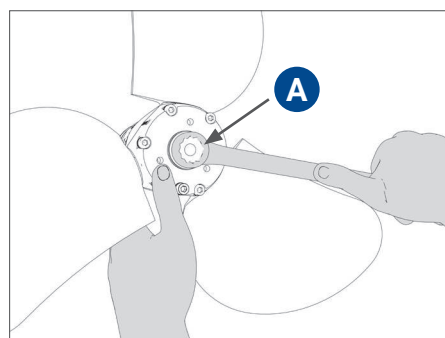

FIG. 4 | Vissage de l'écrou de serrage
- Visser l'écrou de serrage **A** (**Fig. 4**) en appliquant un couple de serrage approprié (selon le type d'écrou, comme conseillé dans le TABLEAU DES COUPLES DE SERRAGE). Lors du serrage, faire tourner délicatement les pales et serrer progressivement l'écrou jusqu'à atteindre le couple de serrage indiqué.